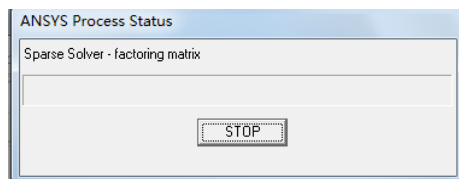

图 8-59 进度显示
②查看列表中的信息确认无误后，单击“OK”按钮，开始求解。求解过程中会有一些进度的显示，如图 8-59 所示。